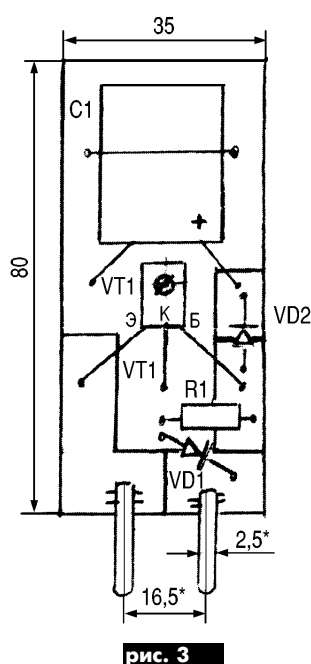

рис. 3
**Конструкция.** Замена бареттера на СН проводится без каких-либо переделок схемы ПКУ простой механической установкой монтажной платы (рис.3), к которой припаяны два контактных штырька диаметром 2,5 мм от разъема ШР, вместо бареттера на 2-й и 8-й лепестки октальной панельки. Поскольку СН представляет собой трехполюсник, провод от минуса С1 пропущен через отверстие для ключа панельки и соединен с 4-м выводом Т1 по кратчайшему расстоянию.